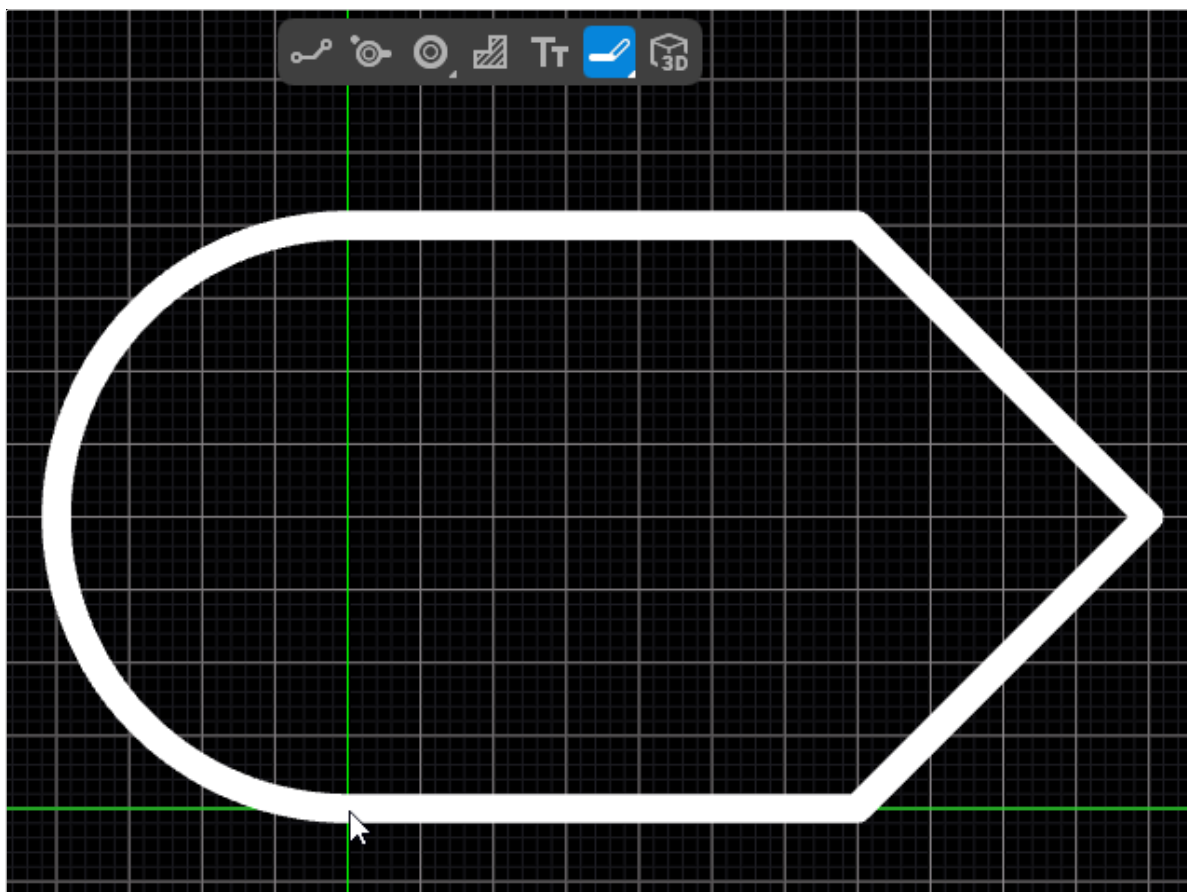

Рисунок 173. Создание замкнутого контура при помощи графических инструментов
- 3) Нарисовать замкнутый контур (см. рисунок 173).